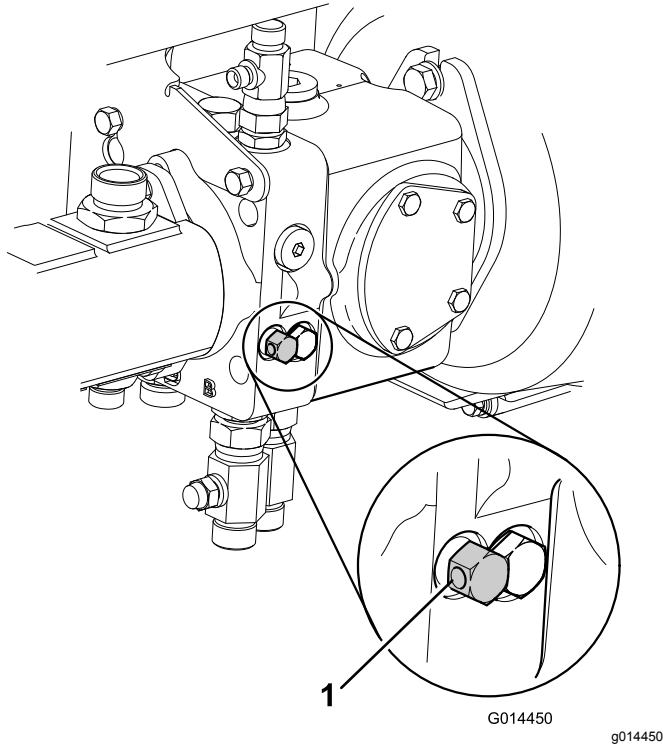

Bild 37
7. Nehmen Sie die hydraulische Betriebsbremse außer Betrieb, indem Sie das Sicherheitsventil, das unter der Getriebepumpe sitzt, um maximal drei Umdrehungen nach links drehen (Bild 37).